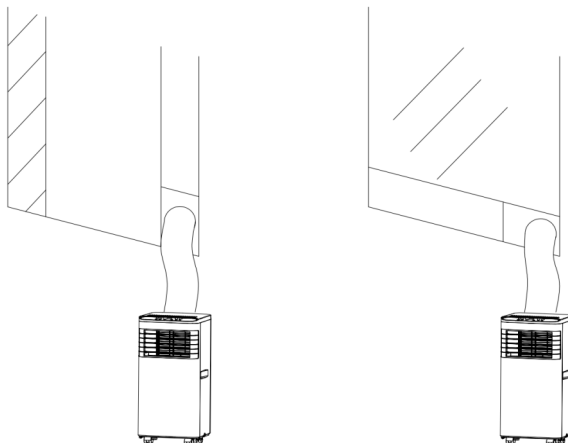

Рис. 5
- 2) Как показано на рис.5, установите вытяжной шланг и хорошо отрегулируйте положение к окну.